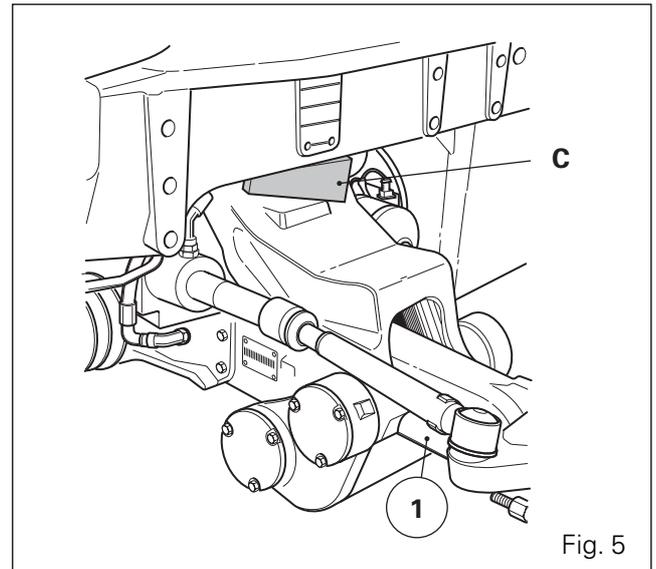

Fig. 5
39. Tensar el freno de mano e inmovilizar el eje delantero por medio de calces triangulares "C" (Fig. 5). Calzar las ruedas traseras.
43. Quitar los fiadores (2) (2A) y el árbol cardan de la transmisión (véase la sección 8F03).